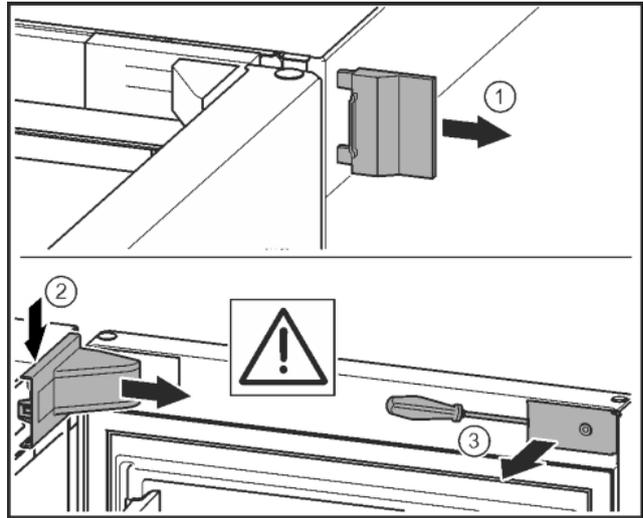

Fig. 11*
- ▶ Äußere Abdeckung abnehmen.* *Fig. 11 (1)*
- ▶ Lagerbockabdeckung ausrasten und lösen. Lagerbockabdeckung abnehmen.* *Fig. 11 (2)*
- ▶ Blende mit Schlitzschraubendreher ausrasten und zur Seite schwenken.* *Fig. 11 (3)*